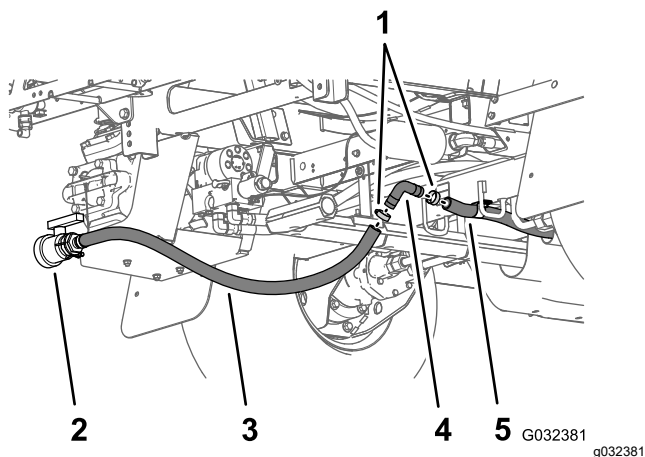
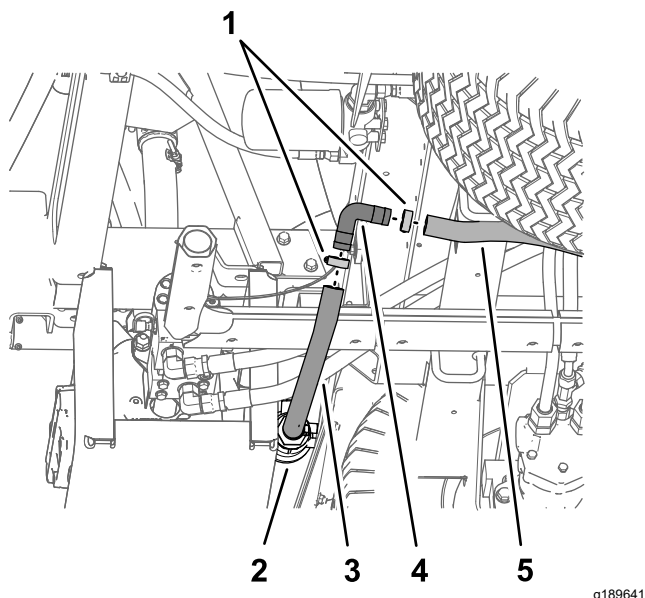

Figura 46
Figura 47
- Inserte el acoplamiento dentado de 90° que retiró en el paso 3 en la manguera de la válvula de vaciado y la manguera de vaciado del depósito trasero (Figura 46 y Figura 47).
9. Sujete el acoplamiento dentado de 90° y las mangueras de vaciado con las 2 abrazaderas que retiró en el paso 2 (Figura 46 y Figura 47).